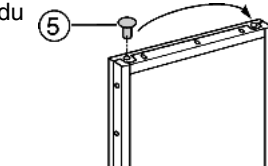

Fig. 5
▶ Permuter les bouchons du support d'appui Fig. 5 (5)